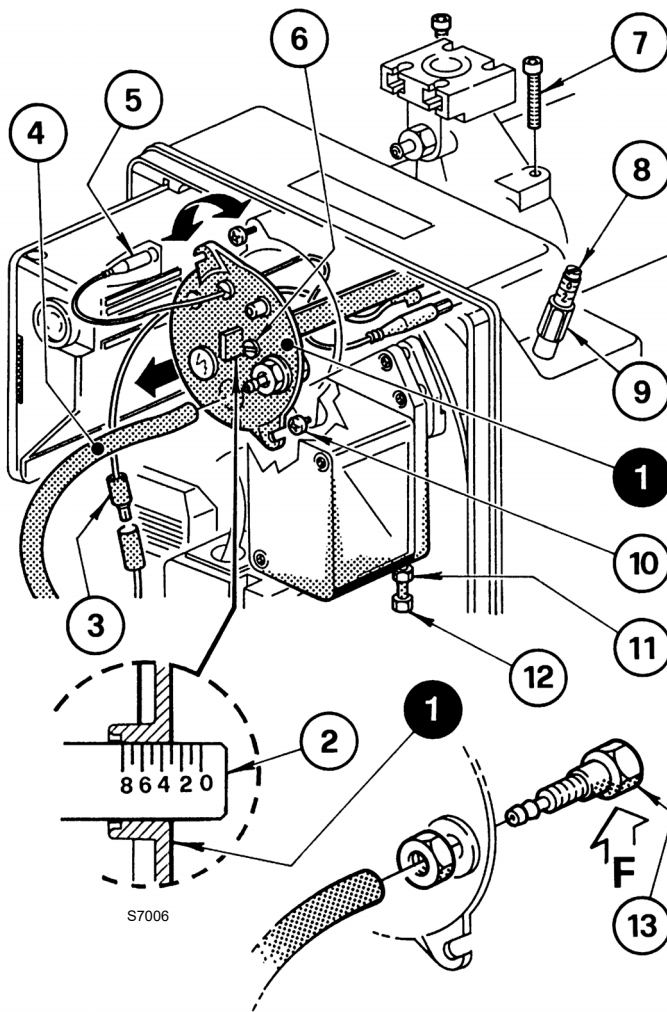

Fig. 12
Si esegue ruotando in senso orario o antiorario la vite di regolazione 6)(Fig. 12) fino a che la tacca incisa sulla staffa di regolazione 2) coincide con il piano esterno del gruppo testa 1).
Nella Fig. 12, la staffa di regolazione della testa è tarata alla tacca 3.
- sconnettere i collegamenti 3) e 5)(Fig. 12);
- sfilare il tubetto 4) e allentare le viti 10)(Fig. 12);
- svitare e togliere le viti 7), estrarre il gruppo porta testa 1)(Fig. 12) apportando una lieve rotazione verso destra.
Si raccomanda di non alterare la posizione di regolazione staffa-gomito 2)(Fig. 12) nella fase di smontaggio.
Rimontare con procedura inversa a quanto sopra descritto, riposizionando il gruppo testa 1)(Fig. 12) come in origine.
Avvitare le viti 7)(Fig. 12), senza bloccarle fino a battuta. Bloccarle con una coppia di serraggio di 3 - 4 Nm.
Qualora accidentalmente si allentasse la presa di pressione 13)(Fig. 12) si raccomanda il corretto fissaggio assicurandosi che il foro (F) posto nella parte interna del gruppo testa 1)(Fig. 12) sia rivolto verso il basso.